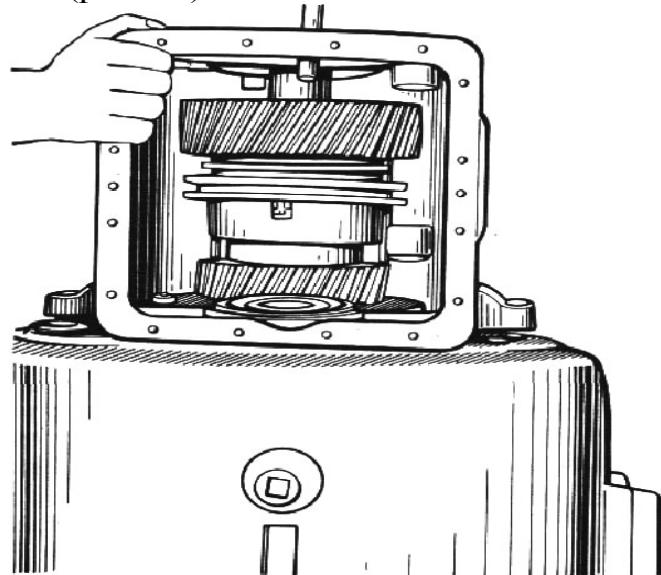

Рис. 25. Установка переднего картера на промежуточный вал
- Смазать герметикой плоскости соединения переднего и заднего картеров, положить прокладку, надеть на промежуточный вал передний картер, одновременно установив синхронизатор 62 (см. рис. 9), опорную шайбу 88 фаской к ступице синхронизатора и шестерню 90 низшей передачи через верхний люк переднего картера на вал (рис. 25).